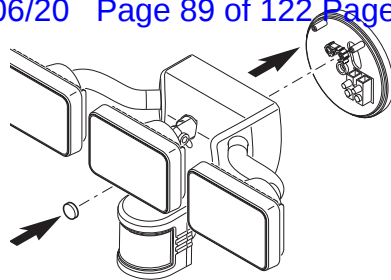

Figura 5
3. Apriete bien el tornillo de montaje teniendo cuidado de no apretarlo demasiado (vea la Figura 5).
4. Empuje el tapón de plástico firmemente en el orificio del perno de montaje de la lámpara (vea la Figura 5).